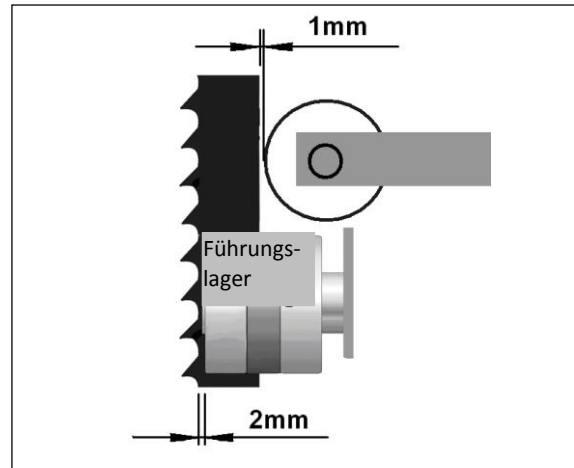

Abb. 41
Die Führungseinheit so weit nach vorne/hinten verschieben, dass die Zähne in einem Abstand von ca. 2 mm zu den Führungsrollen bleiben (Abb. 41).
Die hintere Führungsrolle so einstellen, dass der Abstand zum Sägeblatt 1 mm beträgt (Abb. 41).
Die hintere Führungsrolle mit der Einstellschraube (P) so justieren, dass der Abstand zum Sägeblatt 1 mm beträgt (Abb. 41).